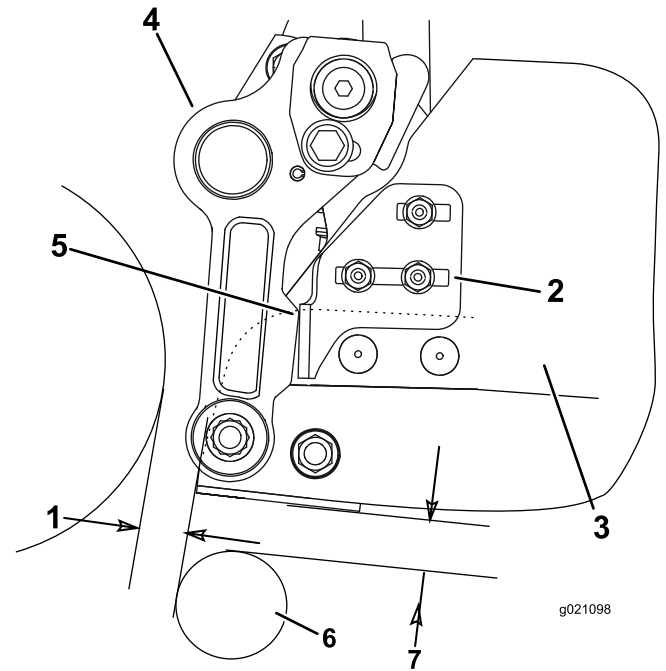

Bild 10
- Lösen Sie an jeder Seite des Fangkorbs die Schlossschraubenmutter, mit denen die Korbanschlaghalterungen am Grasfangkorb befestigt sind (Bild 10).
- Positionieren Sie den Grasfangkorb so, dass er parallel zum Mähwerk ist und der Abstand zwischen der Korbklappe und der Spindel mindestens 6 mm ist (Bild 10).